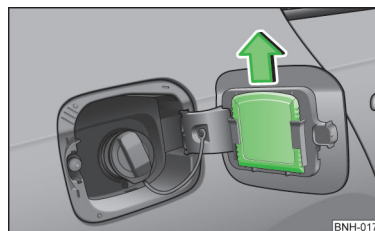

Fig. 109
- Împingeți în afară racleta pentru gheață » fig. 109.